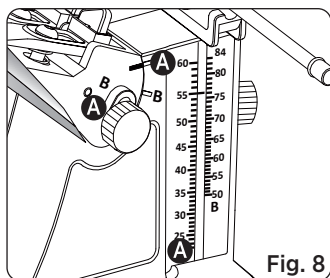

Fig. 8
4. Tournez le bouton de verrouillage de l'angle pour déplacer la barre de support vers le haut ou vers le bas jusqu'à ce que la ligne rouge s'aligne sur l'angle souhaité sur l'échelle (Voir Fig. 8). Serrez ensuite fermement le bouton de verrouillage de l'angle.